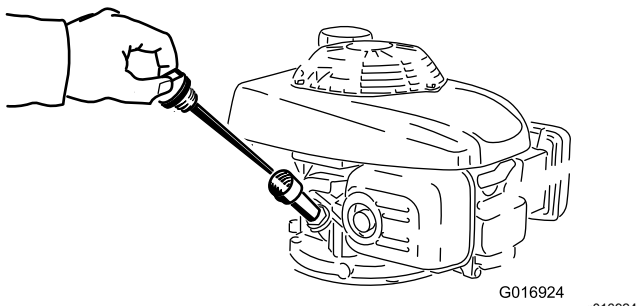

Figura 20
5. Retire la varilla (Figura 20).